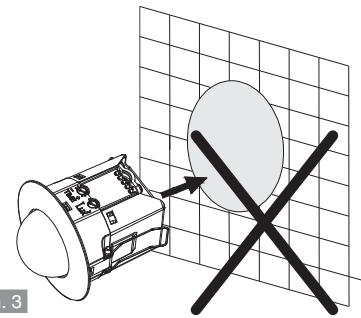

FIG. 3
- Il rilevatore è progettato per essere installato ad incasso in controsoffitti in ambienti interni. Non è idoneo per il montaggio a parete (fig. 3)
- The unit is designed to be affixed false ceiling recess for indoor installation, not suitable for wall mounting (fig. 3).